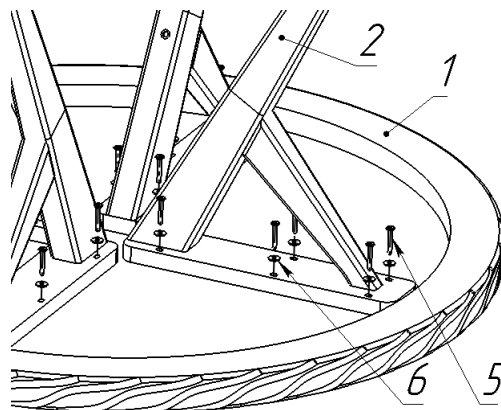

Рисунок 2.
- 3.2. Завернуть, не затягивая, винты-стяжки М6х40 (5) через шайбы (6) и пазы ног в резьбовые отверстия втулок столешницы (1) (см. рисунок 2) с помощью ключа для конфирмата (11).